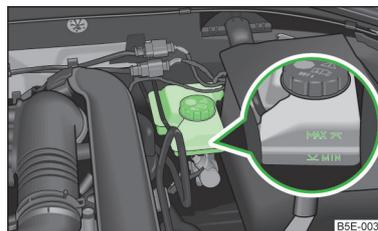

Abb. 186
- Ist der Flüssigkeitsstand unter die MIN-Markierung abgesunken » Abb. 186 auf Seite 229, nicht weiterfahren - es besteht Unfallgefahr! Die Hilfe eines Fachbetriebs in Anspruch nehmen.
- Den Bremsflüssigkeitsstand am Behälter prüfen » Abb. 186.